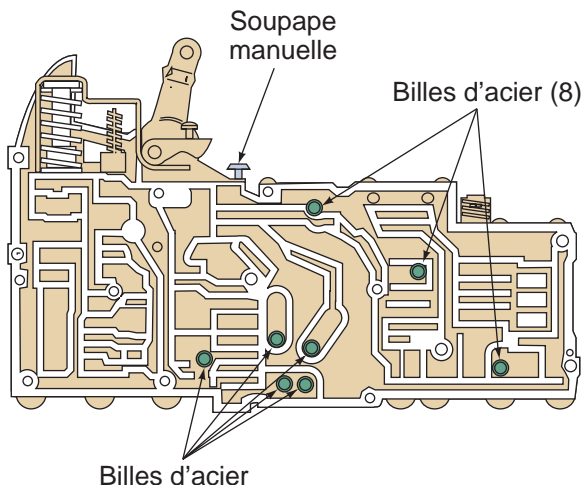

Figure 3-14 Emplacement de la soupape d'embrayage manuelle et billes d'arrêt dans un bloc hydraulique type. Chrysler LLC
3. Abaissez le bloc hydraulique et prenez note de la disposition des billes d'acier dans le bloc hydraulique (**figure 3-14**), puis retirez-les et rangez-les à l'écart avec les vis retirées.